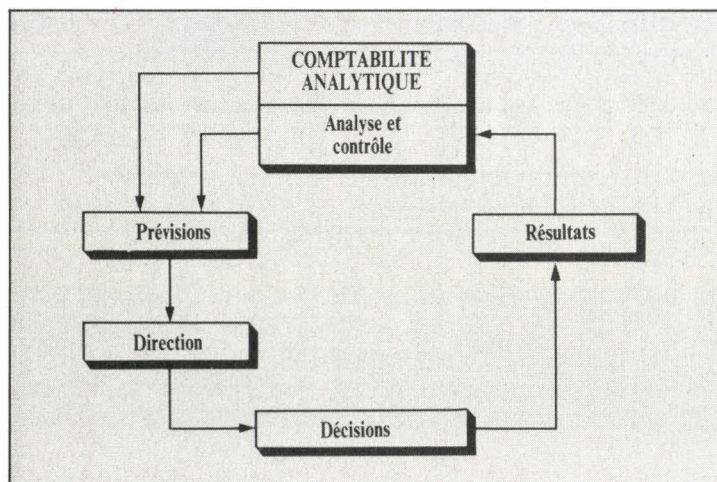

Fig. 1. – L'action cyclique de la comptabilité analytique.
- La CA a un rôle d'analyse et d'interprétation que n'a pas la CG ; elle fournit des informations à tout moment afin que le chef d'entreprise prenne des décisions. Enfin, les résultats seront à leur tour analysés et entraîneront de nouvelles décisions (fig. 1).